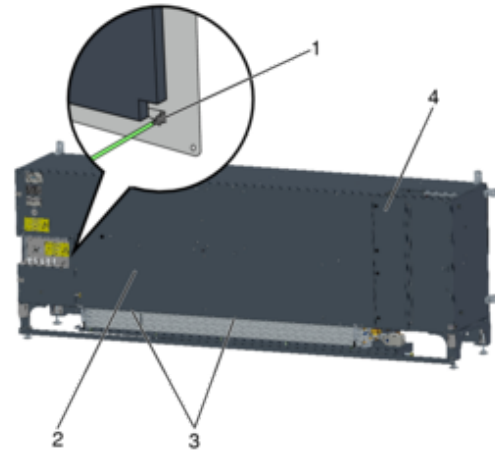

Abb. 40: Gerätedeckel demontieren
3. ▶ Filterdeckel (Abb. 40 /2) demontieren.
4. ▶ Den Gerätedeckel des Lüftungsgeräts (Abb. 40 /2) demontieren, dazu alle Kreuzschlitzschrauben (Abb. 40 /3) am Gerätedeckel lösen.
Beim Abnehmen des Gerätedeckels, den Schutzleiter (Abb. 40 /1) lösen.